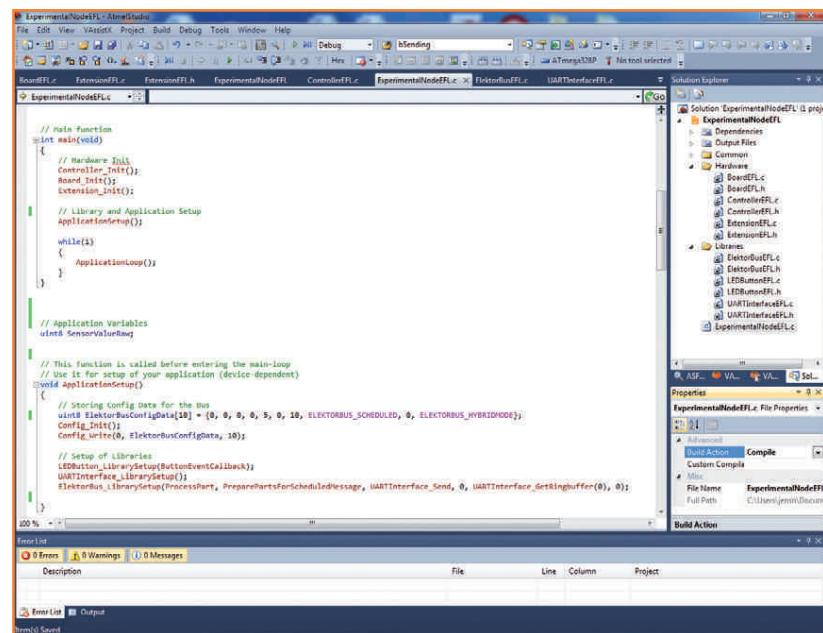

Bild 8.
**Bild 8).** Außerdem erkennt man im Hauptfile (ExperimentalNodeEFL.c) das Grundgerüst einer EFL-basierten Anwendung. Unter anderem ist zu sehen, welche Funktionen beim Programmstart aufgerufen werden müssen.